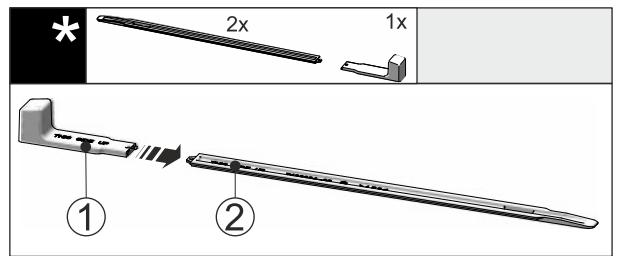

Fig. 50
- Stikk monteringshåndtakene Fig. 50 (1) på nivelleringskinnen Fig. 50 (2).